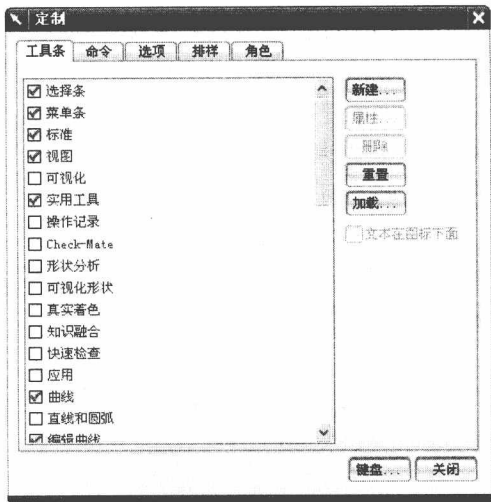

图 1.12 “工具条”选项卡
(1) 选择“工具”|“定制”命令, 弹出“定制”对话框, 打开“工具条”选项卡, 如图 1.12 所示。选择所需的工具条, 并在该工具条名称前面方框中打“√”, 该工具条出现在屏幕上。